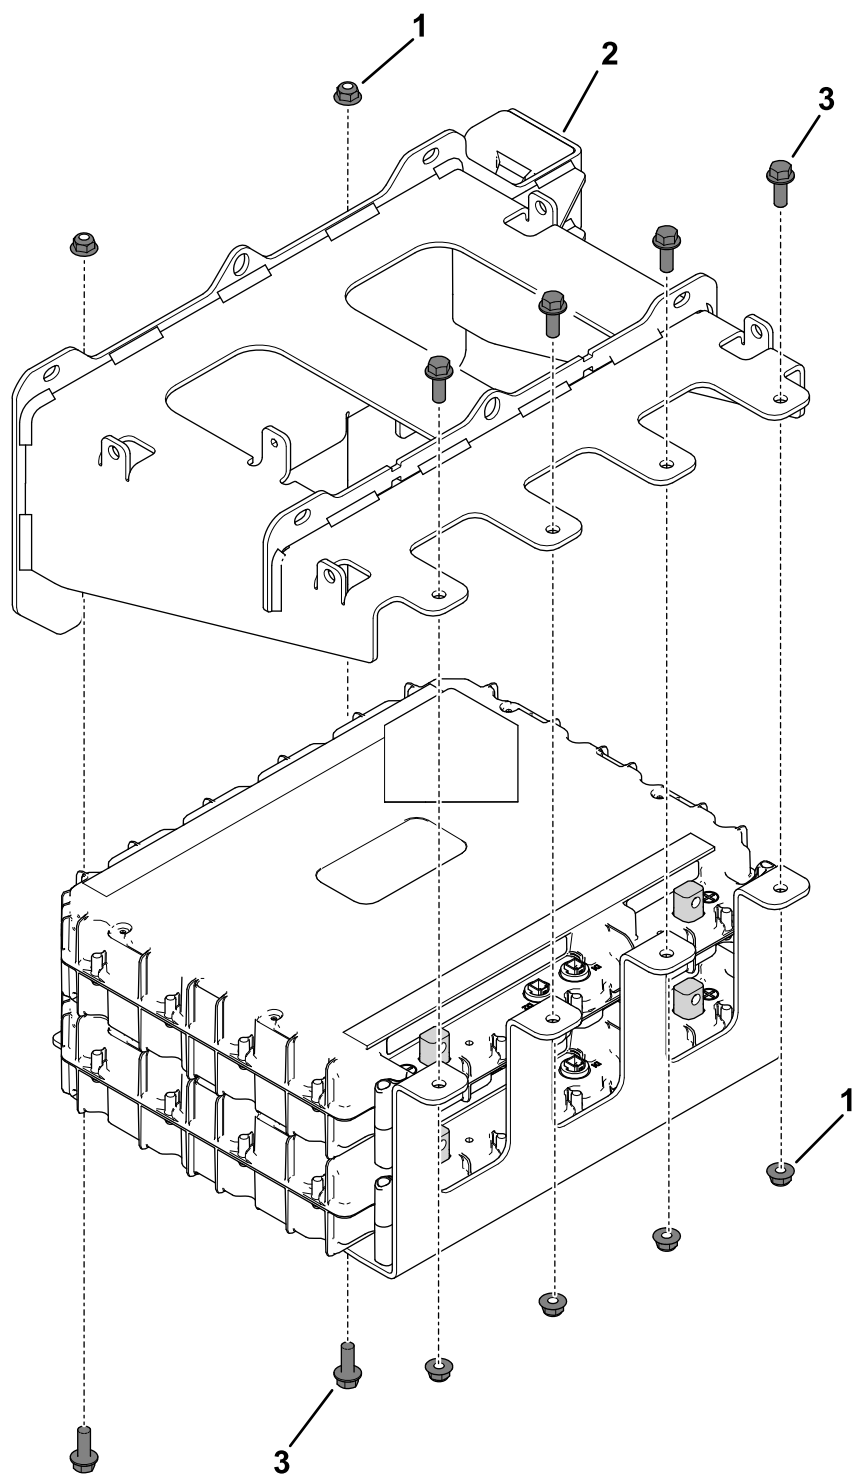

**Figur 20**
4. Monter model 04593-mærkat på den nedre monteringsplade som vist i Figur 20.